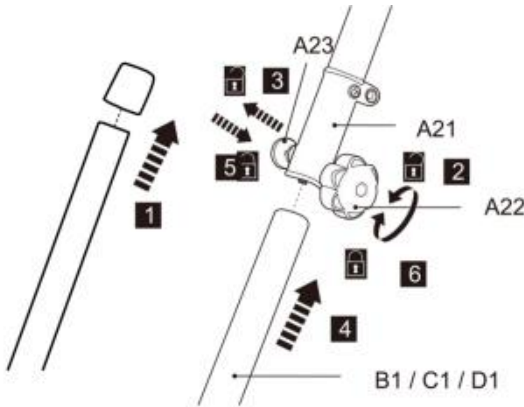

Fig. 3
2. Entfernen Sie die bereits angebrachte Schutzkappe vom unteren Pol (B1/ C1/D1) (Abb. 3 , Schritt 1).
3. Den Verriegelungsknopf (A 22) lösen , aber nicht vollständig entfernen (Abb. 3 , Schritt 2).
4. Richten Sie die untere Stange (B 1/C 1/D 1) aus und setzen Sie sie in die Verriegelungshülse (A 21) ein, während Sie die Feder ziehen. Bolzen (A 23) (Abb. 3 , Schritt 3 und 4).
5. Drehen Sie die untere Stange leicht, um das Loch mit der Feder auszurichten. Bolzen (A23) . Lass die Feder frei Anschließend die Schraube anziehen, um die untere Stange in Position zu fixieren. Sicherstellen, dass die Feder Der Bolzen rastet im Loch ein (Abb. 3 , Schritt 5).
6. Den Verriegelungsknopf (A 22) festziehen, um die Verbindung zu sichern (Abb. 3 , Schritt 6).